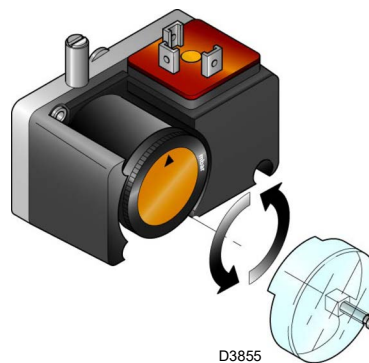

Рис. 30
- Отрегулируйте реле давления для контроля герметичности (комплект PVP)(Рис. 30 на стр. 32), при наличии, в соответствии с инструкциями, прилагаемыми к самому комплекту.
Отрегулируйте реле давления для контроля герметичности (комплект PVP) (Рис. 30) в соответствии с инструкциями, прилагаемыми к самому комплекту.